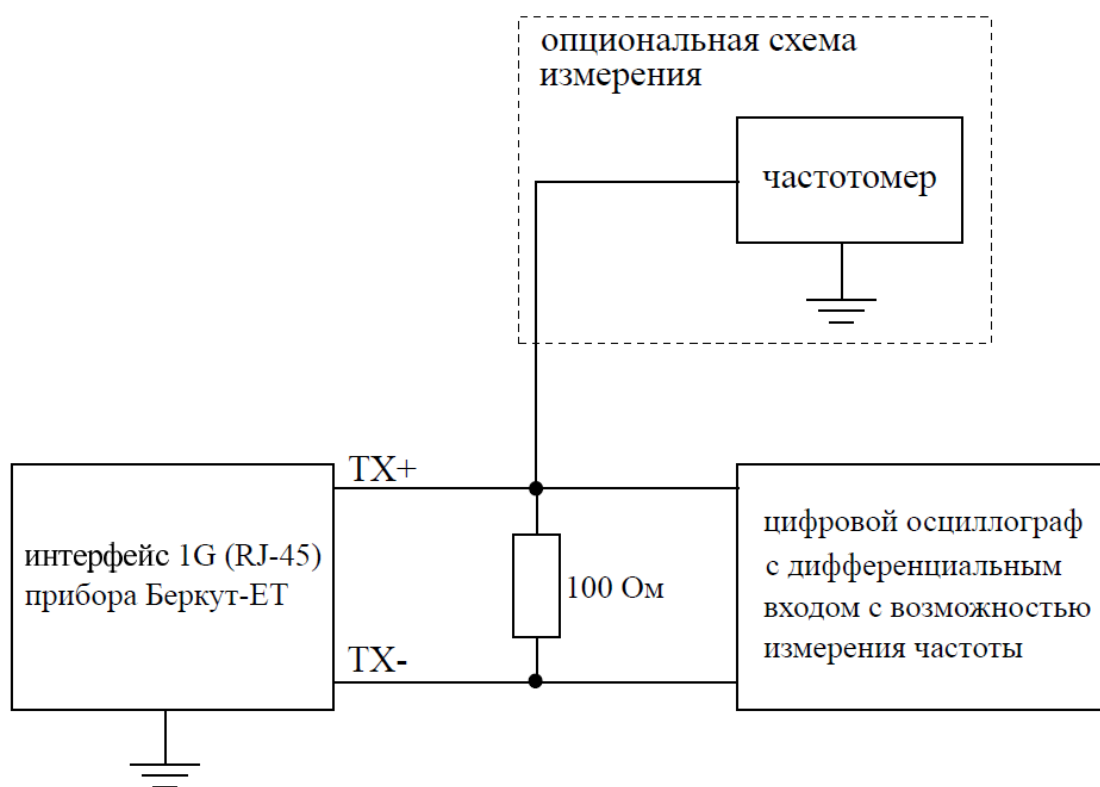

Рисунок 9.1. Схема подключения
Проверку частоты тестового сигнала интерфейса 1G Ethernet проводят в соответствии со схемой, представленной на рис. 9.1.
3. Подключить прибор по схеме, представленной на рис. 9.1.